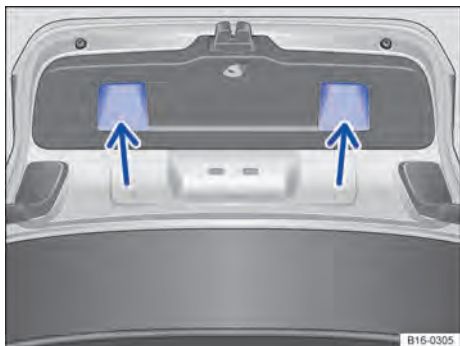

Fig. 51 Tampa do compartimento de bagagem aberta: rebaiços para puxar.
- Segurar um dos rebaiços do revestimento interno da tampa do compartimento de bagagem ⇒ Fig. 51 (setas).